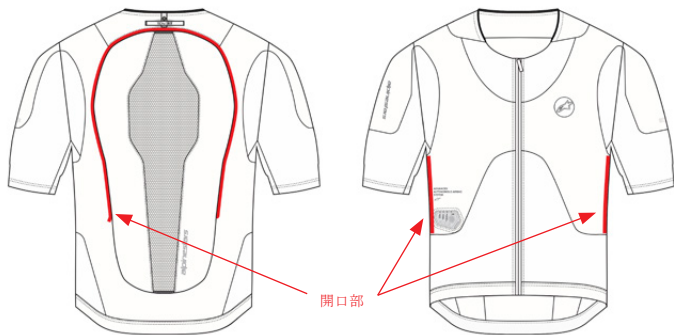

図24 : ベースレイヤー (1) 開口部Openings
2. バックプロテクターの取り外し (4) - バックプロテクター (4) の上部にあるマジックテープを取り外し、バックプロテクター (4) をベースレイヤー (1) から取り外します。
3. エアバッグ (11) の取り外し - 背面の開口部から、システムの後部および袖部分にあるエアバッグ (11) とベースレイヤー (1) を接続している12個の接続ループをすべて取り外します。システムの前面部分にある接続ループにアクセスするには、ウェアの内側の側面に2つある開口部を使用します。開口部は、図24に示すように、脇の下のすぐ下のシステムの側面にあります。エアバッグ (11) をベースレイヤー (1) から完全に取り外します。